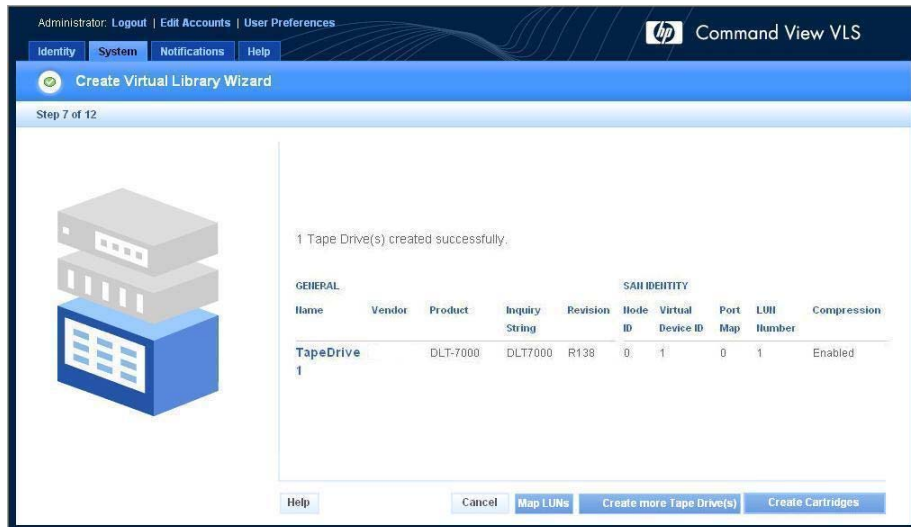

Abbildung 34 Fenster Create Virtual Library Wizard (7-12)
Ein Übersichtsfenster wird geöffnet und zeigt Einzelheiten zu dem/den erstellten Bandlaufwerk(en) an (Abbildung 34).
1. Wenn das Fenster Create Library Wizard bereits angezeigt wird (Abbildung 34), klicken Sie auf Create Cartridges.